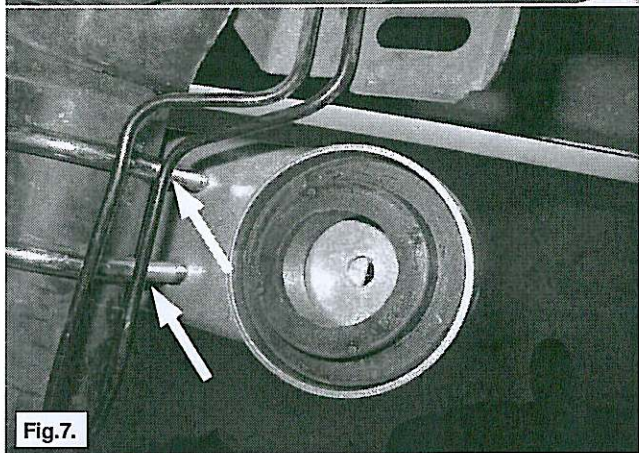

Fig.7.
4. Haal de remleiding aan de as los uit de klemmen. Monteer veerhouder B met de U-bouten onder de as. Let er op dat de veerhouder recht onder en recht staat ten opzichte van de veerhouder A. Zie fig. 7, en 8. Verbuig de remleidingen voorzichtig zodat deze de U-bout niet kan raken en monteer ze terug in de klemmen.
4. Take the brake tube at the axle out of the clips. Fit bracket B with the U-bolts under the axle. Take care that the bracket is mounted straight under the upper bracket A. See fig. 7 and 8. Carefully bent away the brake tube so that it cannot touch the U-bolts. Put the brake tube back in its clips.
4. Entfernen Sie die Bremsleitung aus die Klemmen von der Achse. Montieren Sie Bügel B mit der U-Bolzen unter die Achse. Achten Sie darauf das der Bügel gerade unter den obere Bügel A kommt. Siehe Fig. 7 und 8. Biegen Sie vorsicht die Bremsleitungen so dass diese die U-Bolzen nicht fassen können. Montieren Sie die Bremsleitungen zurück in die Klemmen.
4. Retirez le tuyau de frein de l'essieu hors des attaches. Montez le support du ressort B avec les boulons en U sous l'essieu. Veillez à ce que le support soit bien en dessous et perpendiculaire au support de ressort A. Cf. fig. 7, et 8. Cintrez les tuyaux de frein avec précaution de façon à ce qu'ils ne puissent pas toucher les boulons en U et remontez-les dans les attaches.
4. Suelte el cable de freno de las abrazaderas del eje. Monte el soporte de muelle B debajo del eje, con los pernos en forma de U. Procure que el montante esté justamente debajo del montante A y que sea paralelo al último. Ver fig. 7 y 8. Tuerza los cables de freno con cuidado, procure que no toquen el perno en forma de U y móntelos nuevamente en las abrazaderas.